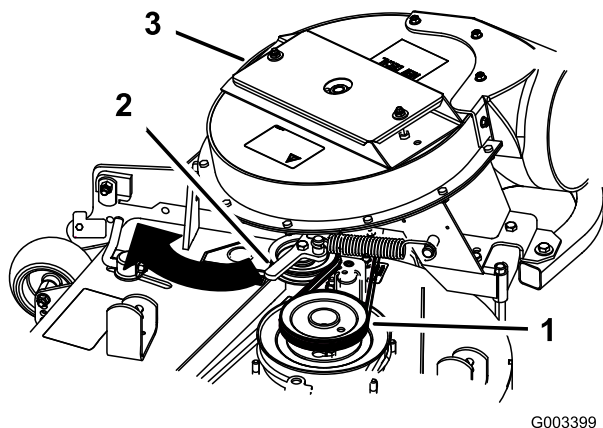

Figure 18
5. Tirez la poulie de tension rappelée par ressort vers l'arrière et chaussez la courroie sur la poulie du tablier de coupe (Figure 18).